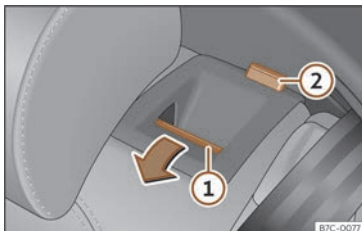

Fig. 103 Seient posterior: abatre el respall.
- Estireu la tecla de desbloqueig »» **fig. 103** (1) cap endavant i feu abatre el respall al mateix temps. El respall del darrere està desbloquejat quan es veu una marca vermella a la tecla (2).